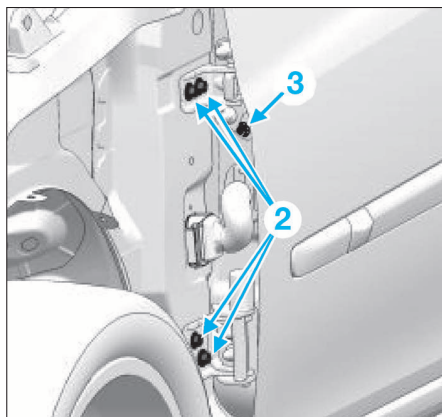

FIG. 63
- Déposer les vis (2) de fixation de charnières (Fig.63).
Remplacer le doigt d'indexage (3) (Fig.63) par une vis de diamètre équivalent, pour permettre le réglage de la porte avant.
- Desserrer les colonnettes et la vis (3) (Fig.63).
- Serrer les colonnettes et la vis (3) (1,3 daN.m).
- Serrer les écrous (1) (2,1 daN.m).
- Desserrer les vis (2) de fixation des charnières de porte sur le pied avant (Fig.63).
- Serrer les vis (2) (2,1 daN.m).